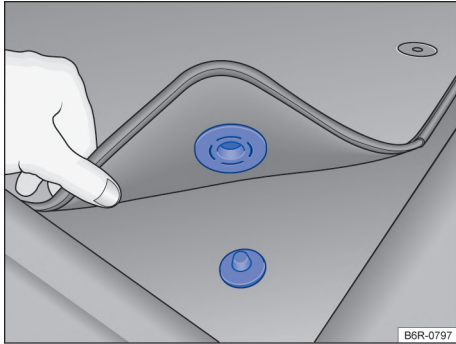

Fig. 20 Alfombra delantera del lado del conductor con fijación al perno de la alfombra.
- ✓ Acomodar bien la alfombra en la zona reposapiés del lado del conductor para que no obstruya la zona de los pedales. La alfombra delantera del lado del conductor con fijación al perno de la alfombra → **fig. 20**.